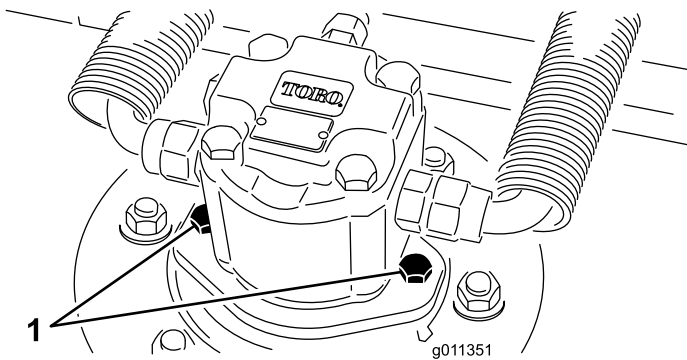

Figura 59
2. Desconecte y retire el motor hidráulico de la unidad de corte (Figura 59). Tape la parte superior del eje para evitar la contaminación.
4. Instale el motor hidráulico en la carcasa (Figura 59). Asegúrese de que la junta tórica está correctamente colocada y que no está dañada.